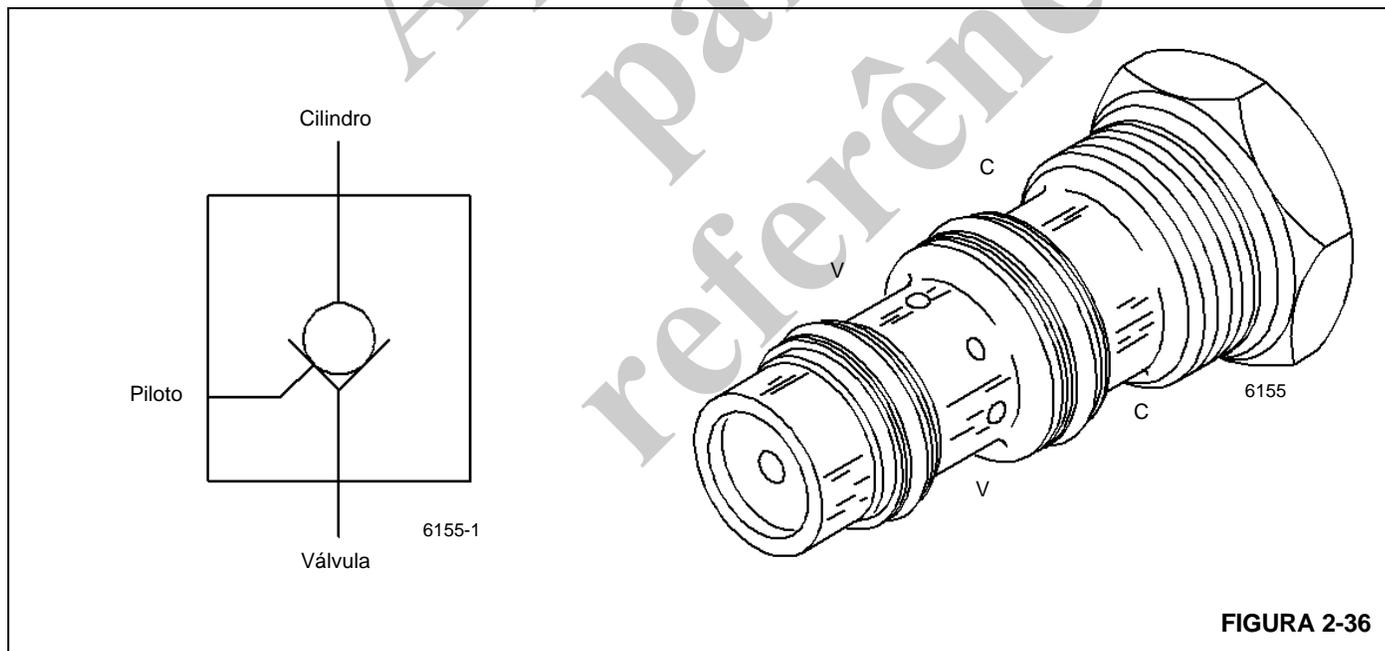

FIGURA 2-36
Há uma válvula de segurança operada por piloto (PO) no bloco de entradas de cada cilindro do macaco (Figura 2-36). A válvula de segurança funciona como uma válvula de retenção para o cilindro do macaco. A vazão do óleo é direcionada da entrada "V" para as entradas "C", enquanto bloqueia a vazão na direção oposta. A vazão é invertida de "C" para "V" quando o óleo de pressão piloto é aplicado na entrada "V" no lado oposto.